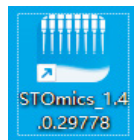
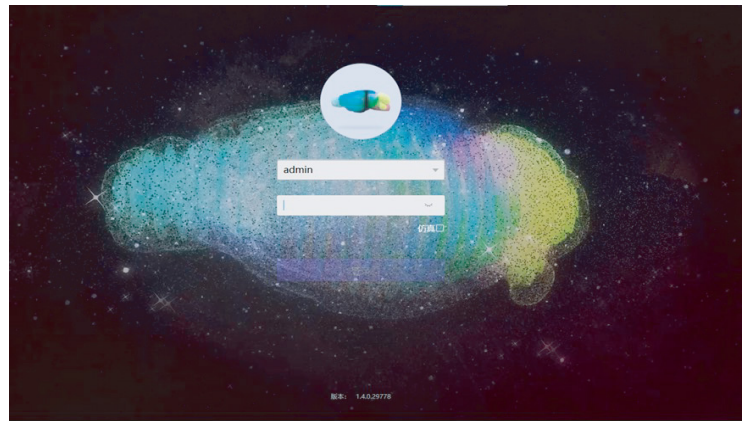

图 2-1 STOmicS 软件图标
图 2-2 STOmicS 软件登录界面
(1) 上机前准备;
- 软件开启：在电脑桌面双击 Go Spatial 运行软件快捷方式“STOmicS”，打开操作软件，输入用户名 **user**，密码为 **123456**。如图 2-1 及图 2-2 所示；